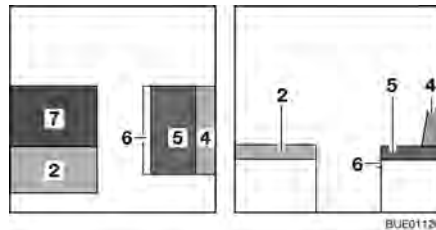

Fig. 112 Durante la transformación
- Colocar el cojín adicional (Fig. 112,7) en la mesa.